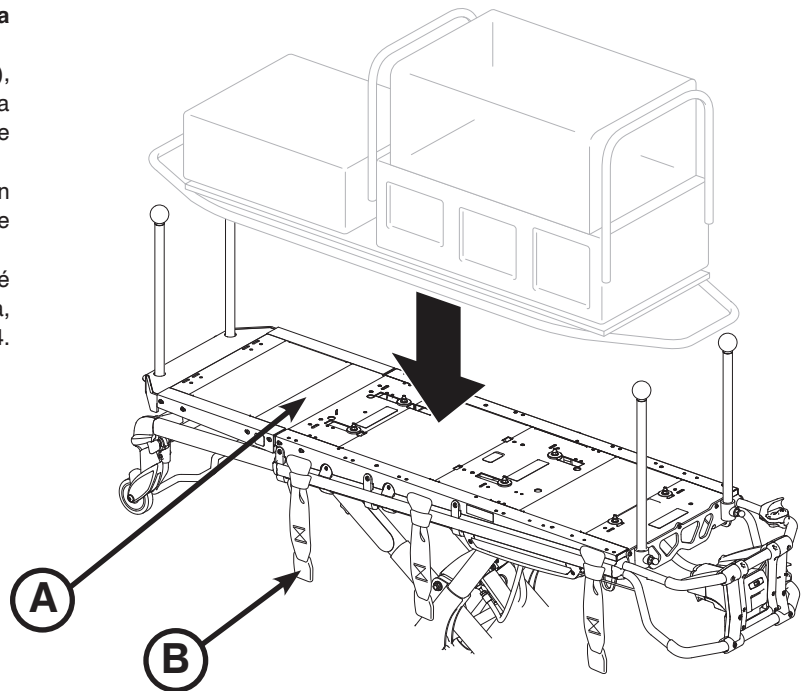

Figura 43
1. Coloque las correas (no suministradas), tal como se muestra en la figura 43, para asegurar el trineo aéreo a la superficie de la camilla (A).
2. Asegúrese de que las correas (B) estén fijadas a la camilla y no a las barras de empuje del trineo aéreo (figura 43).